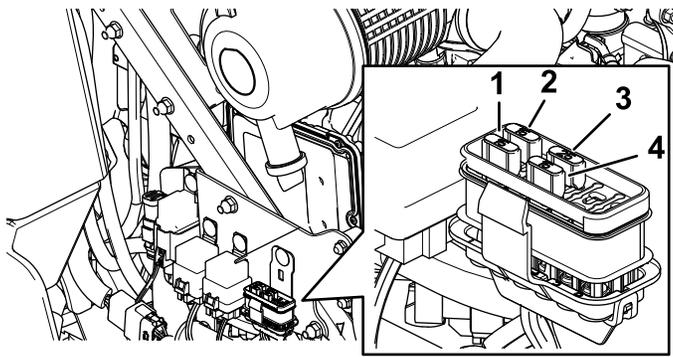

Figure 47
3. Remplacez le fusible (Figure 47).